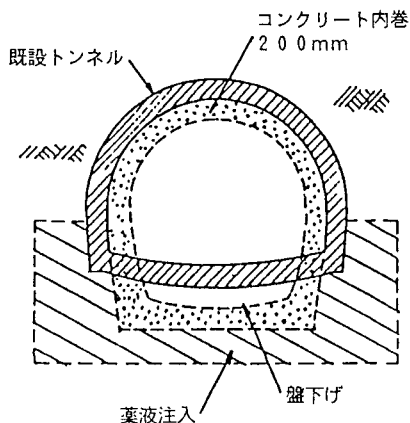

図2 盤下げコンクリート内巻き
- 4) 盤下げを行わないので（図2）、地山の応力解放を伴わず安全性も高い。